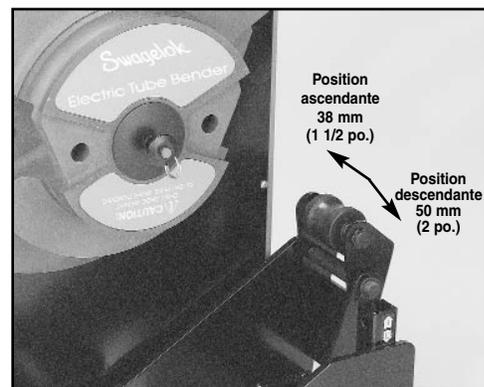

Figure 1
1. Sélectionner et installer les rouleaux de queue appropriés. Pour cintrer un tube à diamètre extérieur de 38 mm (1 1/2 po.), utiliser le rouleau de queue fixé dans la position ascendante. Pour cintrer un tube à diamètre extérieur de 50 mm (2 po.), utiliser le rouleau de queue fixé dans la position descendante. (Voir la figure 1.)